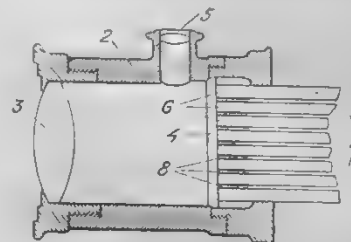

Рис. 2. Оптическая камера.
Общее расположение передатчика (1 и 12) и приемника (19), соединенных однопроводной или двухпроводной линией, показано на рис. 1. Передатчик состоит из оптической камеры (1) и коммутатора (12). Обойма (2) оптической камеры (рис. 2) снабжена двояко-выпуклым стеклом (3), которое может перемещаться посредством большего или меньшего ввинчивавшаяся металлической оправы в камеру. Кроме того, камера снабжена видоискателем (5), аналогичным видоискателю фотографического аппарата. В глубине камеры помещен селеновый экран (4), составляющий заднюю стенку камеры. С оборотной плоской поверхности, селенового экрана (4) в него погружены обнаженными концами расположенные перпендикулярно к этой поверхности металлические провода (6). Они распределены равномерно по всей
голирующего видоискателя (5) линза (3) оптической камеры (рис. 2) устанавливается так, чтобы действительное изображение передаваемого неподвижного или движущегося предмета совпадало с лицевой поверхностью селенового экрана. Проводимость каждого отдельного участка селенового экрана зависит от его освещенности, обусловленной количеством лучей света, приходящихся на соответствующий маленький участок передаваемого изображения, спроектированного линзой (3) на этот участок селенового экрана одновременно с прочими участками изображения, спроектированными на прочие участки селенового экрана. Так как, вследствие вращения диска (14) коммутатора, линия (18) в очередной последовательности соединяется с различными участками селе-